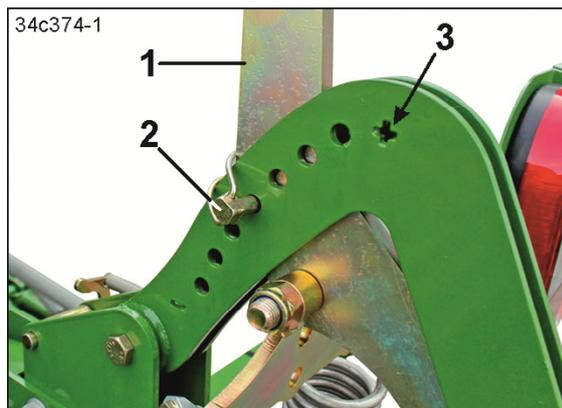

図 143
4. レバー (図 143/1) の位置をチューブのリンチピン (図 143/2) で固定します。
チューブのリンチピン (図 143/2) をプラス記号 (図 143/3) 横の穴に差し込むと、ローラー圧力は最大になります。